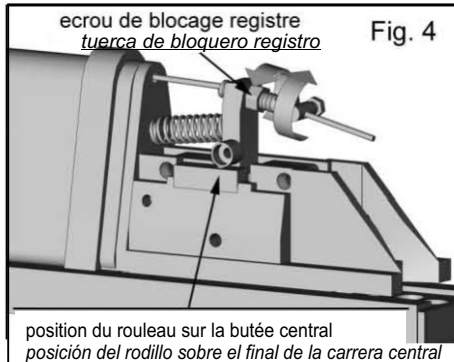

Fig. 4
11. Vérifier la position du rouleau sur la levier. Il doit être positionné sur la butée centrale. Au contraire, dévisser l'écrou de blocage registre et régler le registre dans le but de porter la molette en position (fig. 4).
11. Controlar que el rodillo sobre la palanca esté posicionado sobre el final de carrera central. En caso que no fuera así, desbloquear la tuerca de boloqueo, registro y regular el registro para llevar la rueda en posición. (fig. 4).